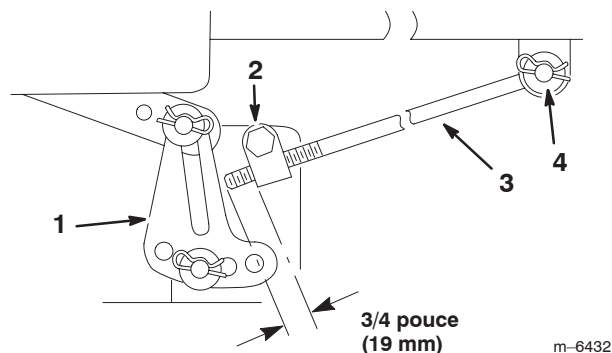

Figure 40
5. Mesurez la longueur de tige qui dépasse du bloc de réglage sur les côtés du châssis (Fig. 40).
6. Si la longueur n'est **pas** égale à 19 mm (3/4 pouce), retirez la goupille fendue et la rondelle de l'extrémité de la tige (Fig. 40), puis vissez ou dévissez la tige jusqu'à obtention de la longueur requise.